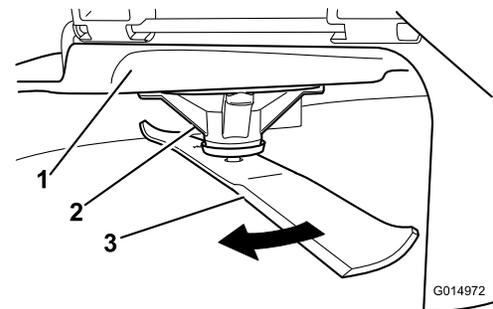

Figure 43
2. Après vous être muni de gants épais ou d'une autre protection des mains adéquate, faites tourner la lame lentement jusqu'à une position permettant de mesurer correctement la distance entre le tranchant et la surface plane sur laquelle se trouve la machine (Figure 43).